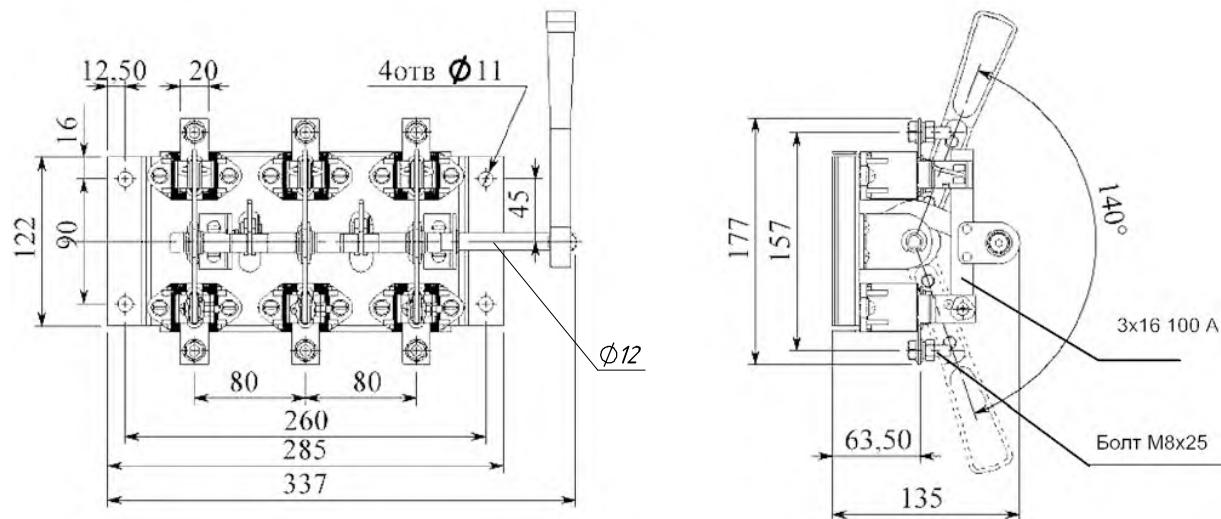

Рис. 1. Разъединитель РЕ19-31-31120-00 УХЛЗ с боковой рукояткой
- Общие виды, основные размеры аппаратов указаны на рис. 1–58.
Разъединители серии РЕ19 (рис. 1–58) состоят из изоляционного основания, неподвижных и подвижных контактов, ручного привода.